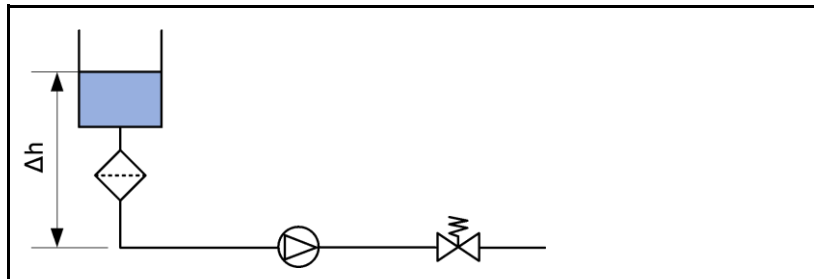

Fig. 27: Aufbau Druckprüfung
1. System gemäss Fig. 27 aufbauen.